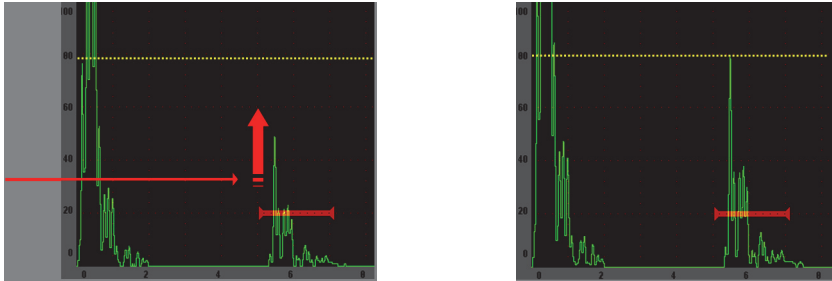

Abbildung 2-8 Funktion Auto XX%
- Drücken von [2nd F], (AUTO XX%) aktiviert die Funktion AutoXX %, mit der die Verstärkung automatisch so eingestellt wird, dass die Amplitude des Echos in der Blende auf XX % Bildschirmhöhe gebracht wird (der Standardwert von XX ist 80 %). (Siehe Abbildung 2-8 auf Seite 37.)